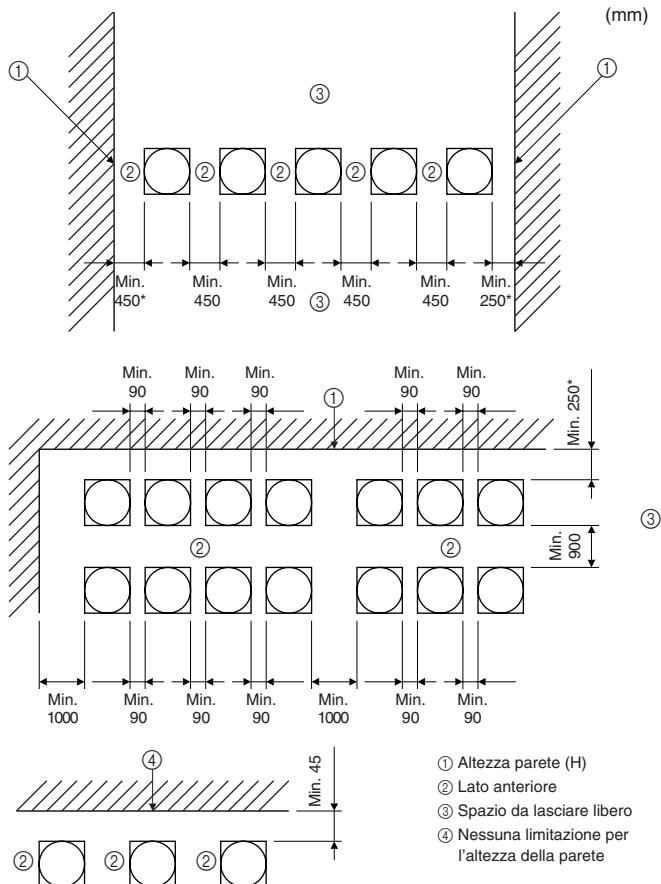

Fig. 2-8
2.4.2. Installazione di diverse unità esterne (Fig. 2-8)